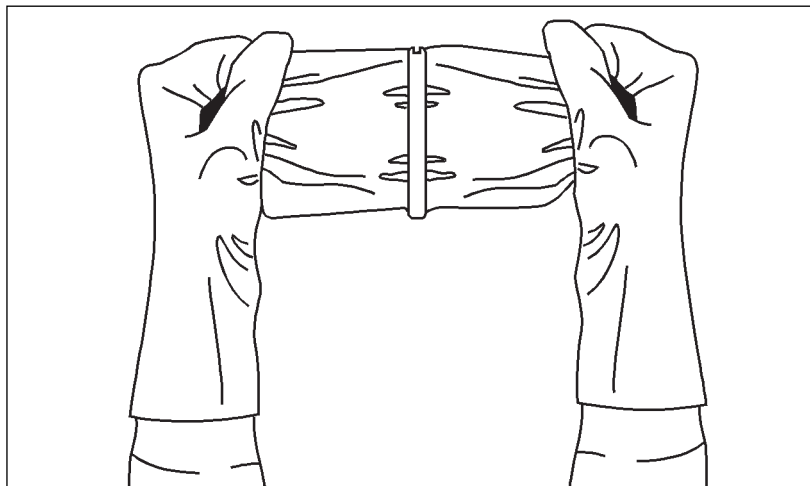

Abbildung 21. Entfernen der Dichtungsmassenklammer
6. Nehmen Sie den Beutel mit der „Dichtungsmasse“ aus der Folienverpackung. Fassen Sie die Enden in jeder Hand und ziehen Sie dann kräftig daran, um den Plastikclip zu entfernen [Abbildung 21].